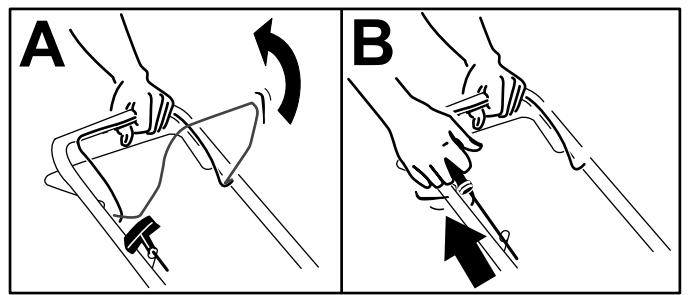

Figure 13
- Maintenez la barre de commande des lames contre le guidon (A de la Figure 13).
- Tirez la poignée du lanceur (B de la Figure 13).